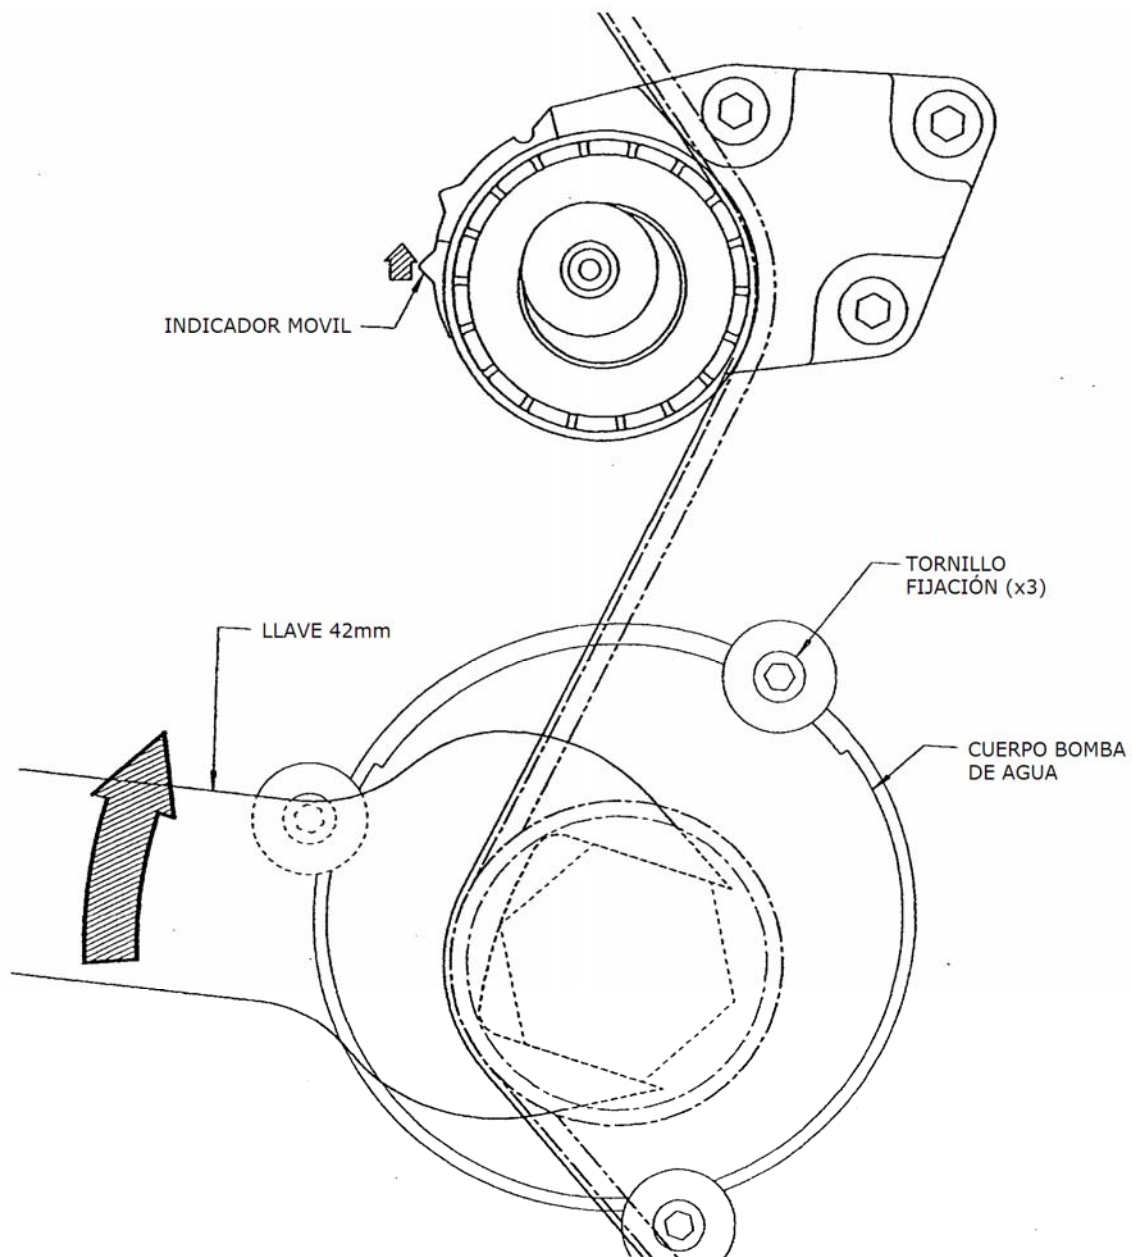

Figura 5: Giro del cuerpo de bomba de agua para ajustar tensor
8. Gire el cuerpo de la bomba de agua EN SENTIDO HORARIO con la llave de 42mm. La polea del tensor se moverá contra la correa y el puntero "indicador" comenzará eventualmente a moverse EN SENTIDO ANTIHORARIO (Figura 5).